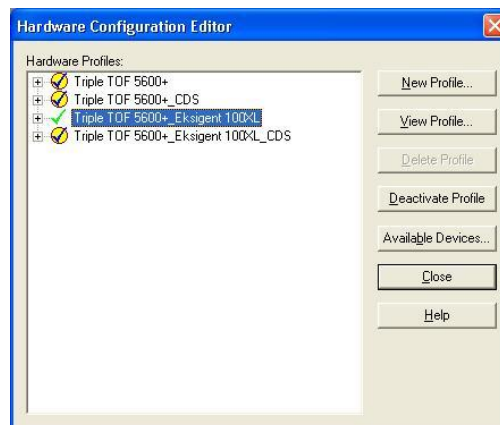

Figura 1. Selecionando perfil de hardware com UHPLC.
- 1.1. Verifique se o perfil de hardware contendo o espectrômetro de massas e o UHPLC está ativo. Se necessário, faça a troca de perfil (Figura 1).